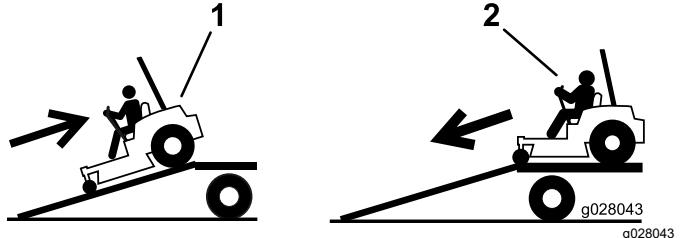

Figura 41
4. Suba a rampa em marcha atrás (Figura 41).
2. Desça a rampa em marcha para a frente (Figura 41).